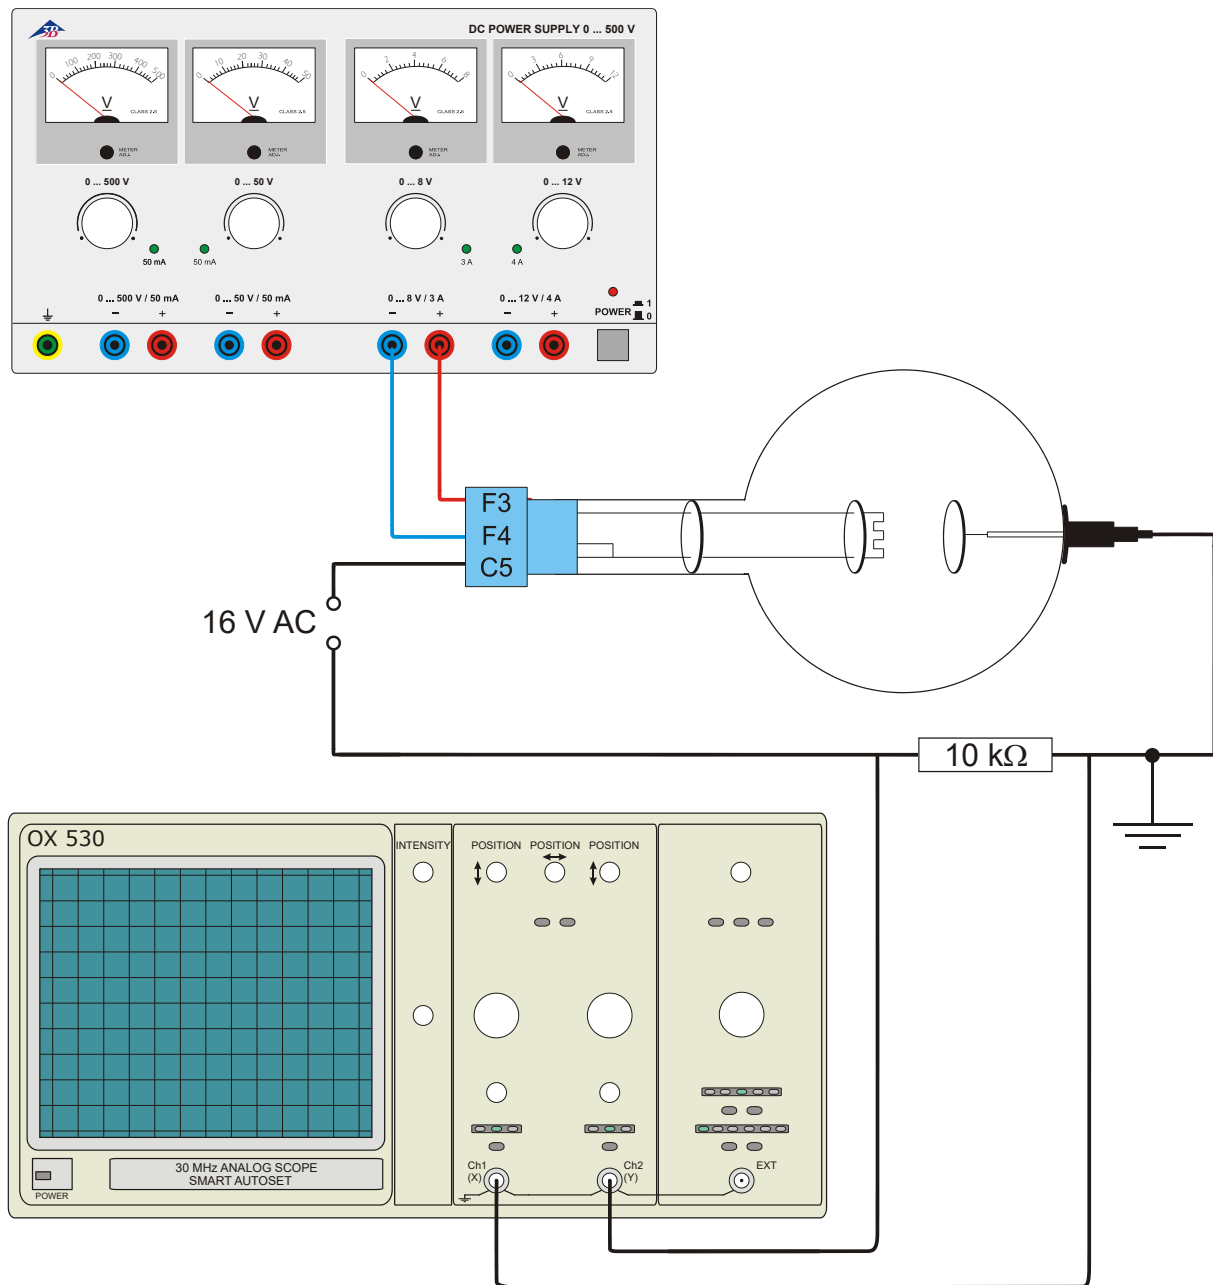

Fig. 3 Die Diode als Gleichrichter
- Aufbau gemäß Fig. 3 mit $U_F = 6,3$ V und $U_A = 16$ V AC.